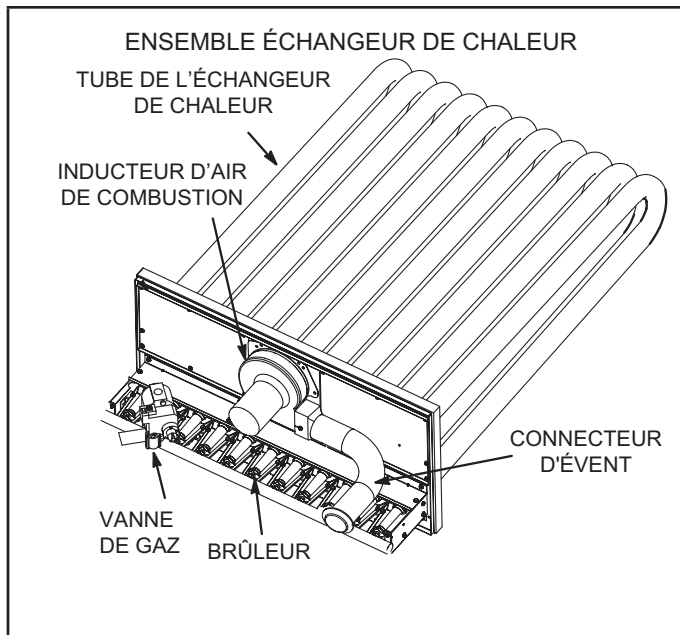

FIGURE 41
- 3 - Retirez et conservez les vis fixant l'inducteur d'air de combustion sur la boîte à feu. Retirez le connecteur d'évent. Reportez-vous à la FIGURE 41.
Les limiteurs sont réglés en usine et ne sont pas ajustables. Le limiteur primaire est situé sur le support du ventilateur à droite du ventilateur. Reportez-vous à la FIGURE 41.